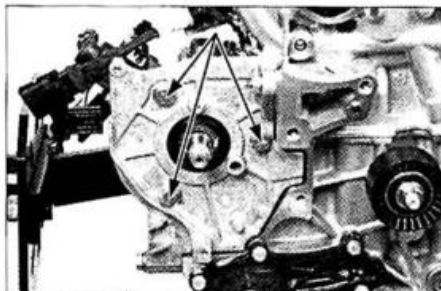

FIG. 28
- los tres tornillos de fijación delantera (fig. 28).